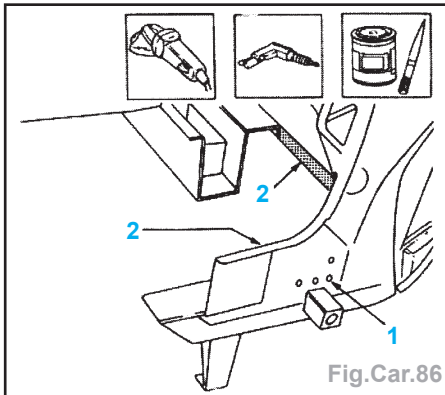

Fig.Car.86
- Effectuer des trous (1) (Fig.Car.86).